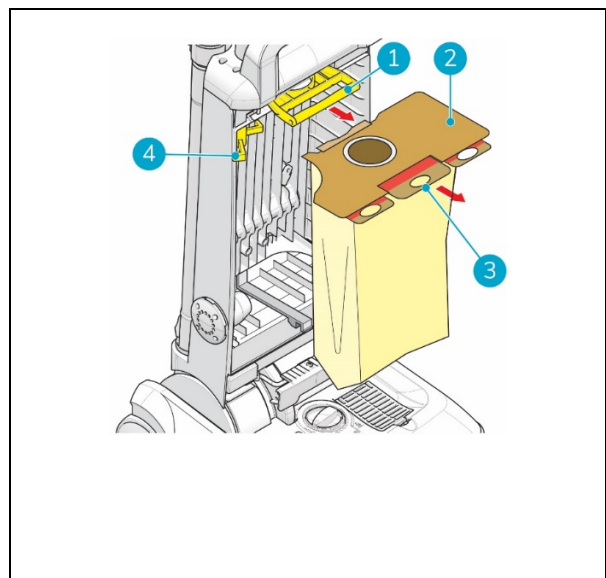

Figura 12
3. Tira del asa (Figura 12, pos. 1) hasta que se bloquee.
4. Gira el asa pequeña hacia un lado (Figura 12, pos. 4) para empujar la bolsa para el polvo hacia fuera.
5. Tira de la pestaña de cartón (Figura 12, pos. 3) para sellar la bolsa para el polvo.
6. Retira la bolsa para el polvo usada (Figura 12, pos. 2).